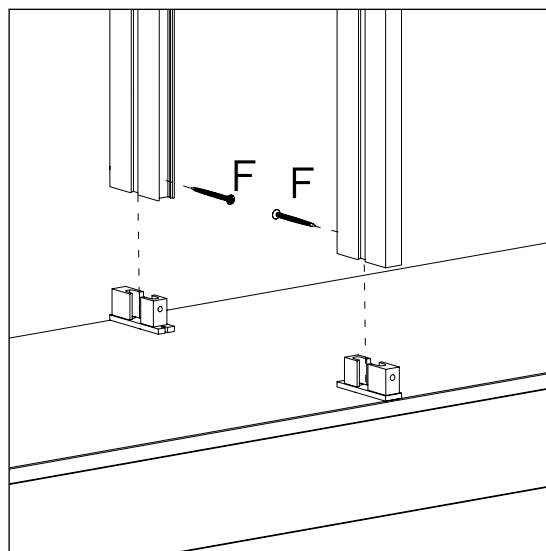

РИС. 2
Затем установите основные профили SPC-08 в торцевые соединители SPC-02 и зафиксируйте их саморезами (F) 3x60 РИС. 2.